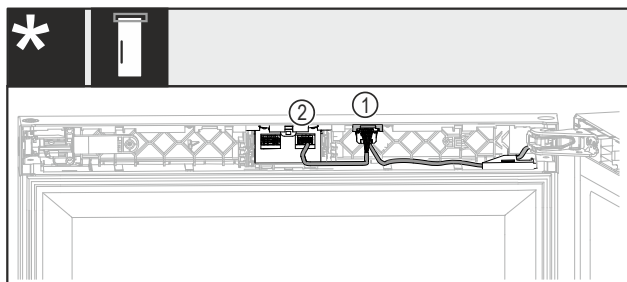

Fig. 45 Bez zámku nebo s mechanickým zámkem\*
- Zasuňte zástrčku s oběma kabely Fig. 45 (1) do vedení.\*
- Zaaretujte zástrčku s kabelem Fig. 45 (2) v pravém uložení.\*